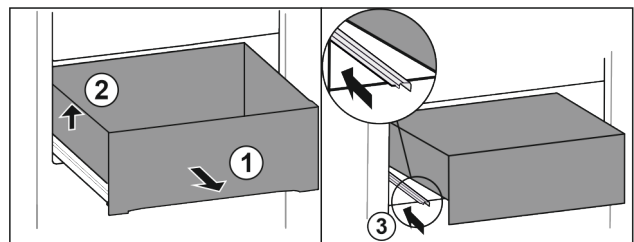

Fig. 77
- Vedä vetolaatikkoa ulos vasteeseen saakka. Fig. 77 (1)
- Nosta vetolaatikkoa vasemmalta. Fig. 77 (2)
- Työnnä vasen kisko paikalleen. Fig. 77 (3)